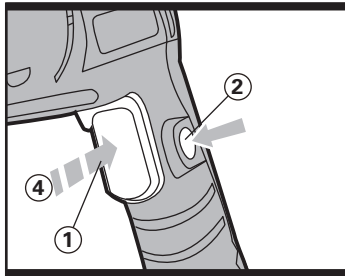

Fig 2
4. LLAVE DE VELOCIDAD VARIABLE (Ver Fig 2)
Esta herramienta tiene un control de velocidad variable (4) que proporciona velocidades más altas al presionar más el gatillo - la velocidad se controla basada en la presión que se ejerce sobre el gatillo (Ver Fig 2). Alta velocidad producirá un torque alto, mientras que baja velocidad producirá bajo torque.